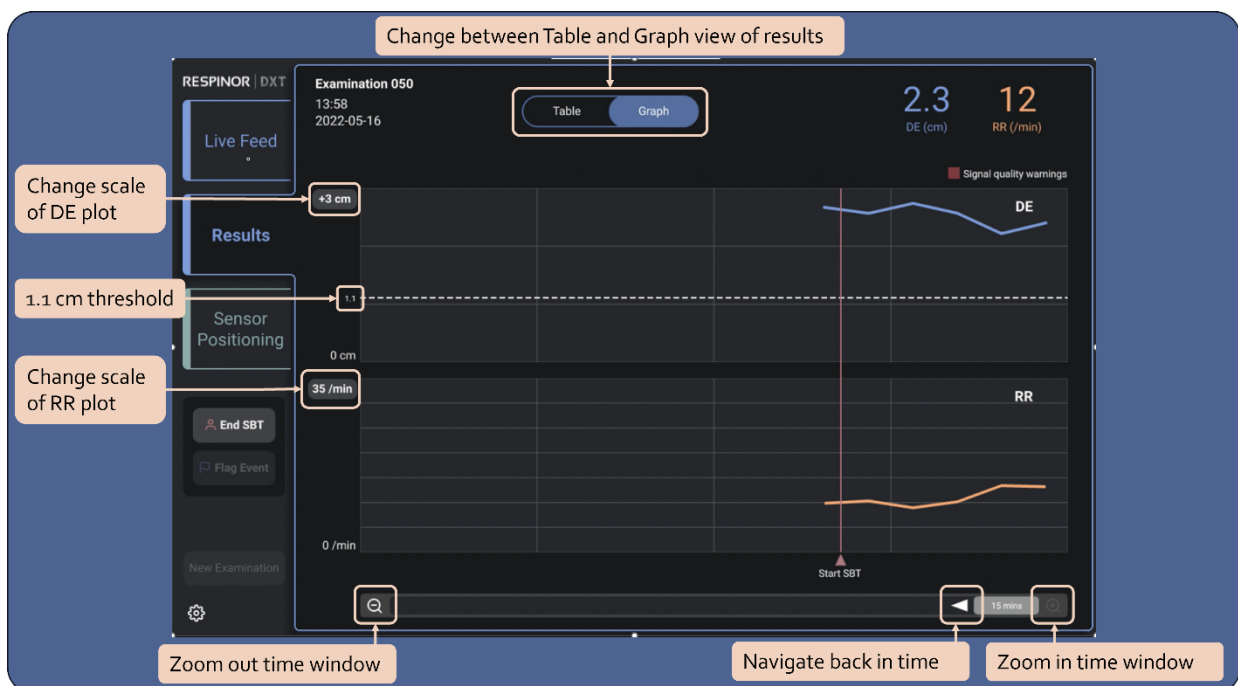

Abbildung 19. Ergebnisansicht Diagrammformat.
- In der Ansicht Ergebnisse können Sie auf die grafische Anzeige der Ergebnisse zugreifen, indem Sie auf die Schaltfläche oben auf dem Bildschirm drücken (Abbildung 19.).
- Nach Drücken der gewünschten Untersuchungs-ID erscheint auf dem Bildschirm ein Fenster mit dem Diagramm und der Tabelle aus der Ergebnisansicht (Abbildung 19. und Abbildung 14).